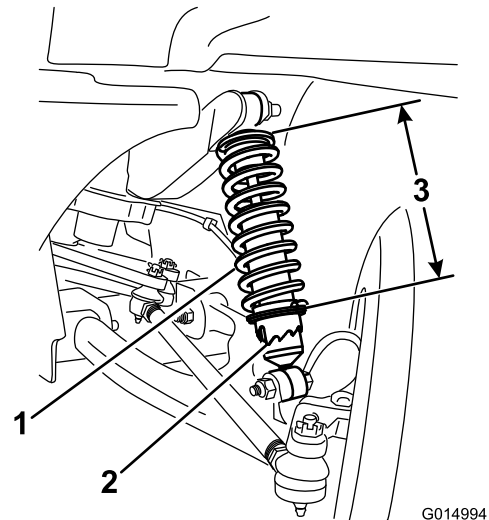

Figura 31
- A. Utilizando a ferramenta TORO6010, rode o anel no amortecedor para alterar o comprimento da mola (Figura 31).